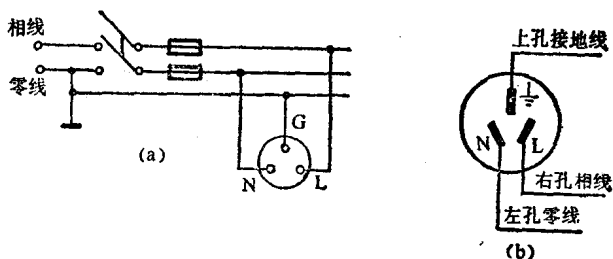

图 1-3 单相三孔插座的连接方法
(2) 单相三孔式插座：面对插座，上孔接地线（G），右孔接相线（L），左孔接零线（N），如图 1-3（a）所示，扁孔插座见（b）图。